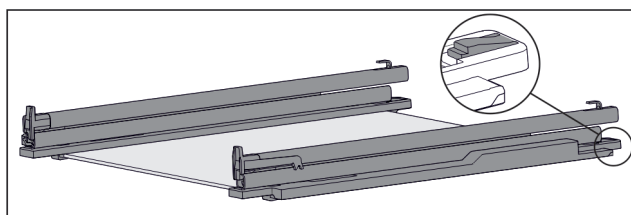

Fig. 116 Placa de vidrio con guías y piezas de sujeción
- Presione hacia abajo la pieza de sujeción por detrás (consulte Fig. 116) y, simultáneamente, deslice la guía hacia atrás.